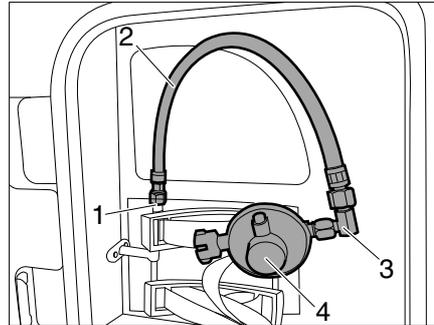

Bild 66 Gasschlauch mit Gasdruckregler
- Winkelstück (Bild 66,3) an Gasschlauch (Bild 66,2) schrauben.
- Gasdruckregler (Bild 66,4) auf Winkelstück schrauben.
- Gasschlauch (Bild 66,2) mit Gasdruckregler an Stutzen (Bild 66,1) schrauben.